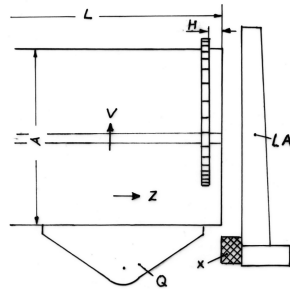

Abb. 3: Op 3b
- b) Sägen am Queranschlag. Hierbei muß das Maß "L" so viel vergrößert werden, daß beim letzten Schnitt noch genügend Anlage vorhanden ist. Die Zustellung erfolgt durch Verschieben des Werkstücks vor Schnittbeginn bis an das Hilfsstück "x", das darin entfernt wird. (Abb. 3).